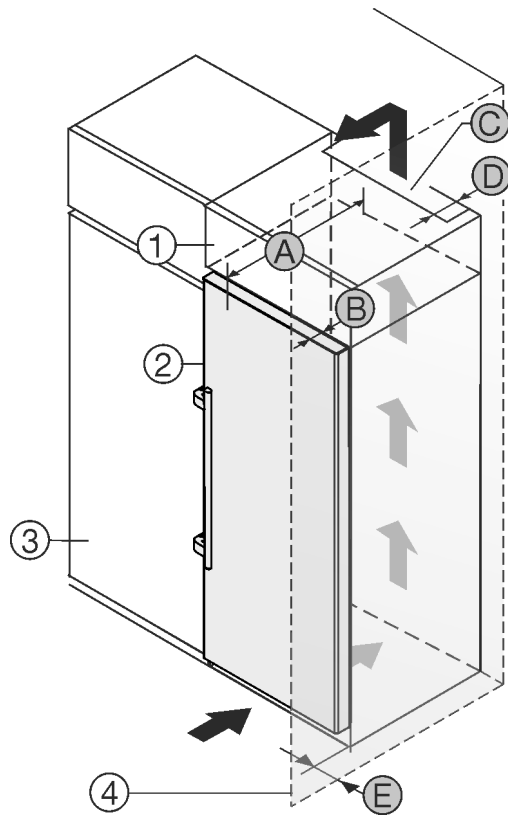

Fig. 2
Μπορείτε να τοποθετήσετε τη συσκευή ακριβώς δίπλα από το ντουλάπι κουζίνας Fig. 2 (3)\*
Στην πίσω πλευρά του επικαθήμενου ντουλαπιού πρέπει να υπάρχει ένα κενό εξαγωγής αέρα με βάθος Fig. 2 (D) σε όλο το πλάτος του επικαθήμενου ντουλαπιού.\*
Κάτω από την οροφή του δωματίου πρέπει να τηρείται η διατομή εξαερισμού Fig. 2 (C)\*
Εάν τοποθετήσετε τη συσκευή με τους μεντεσεδες δίπλα σε κάποιον τοίχο Fig. 2 (4), τότε πρέπει η απόσταση ανάμεσα στη συσκευή και στον τοίχο να ανέρχεται σε τουλάχιστον 57 mm . Αντιστοιχεί στην προεξοχή της χειρολαβής όταν η πόρτα είναι ανοιχτή.\*
Για να μπορείτε να ανοίγετε τελείως την πόρτα, πρέπει η συσκευή να προεξέχει κατά το βάθος της πόρτας Fig. 2 (B) από την πρόσοψη του ντουλαπιού κουζίνας. Η συσκευή μπορεί να προεξέχει περισσότερο, ανάλογα με το βάθος των ντουλαπιών κουζίνας Fig. 2 (3) και την χρήση αποστατών τοίχου.\*